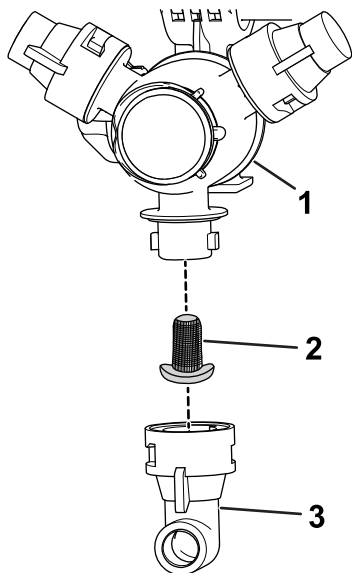

图 98
3. 拆下旧喷嘴过滤器图 98。
4. 安装新喷嘴过滤器图 98。
5. 将喷嘴安装到喷嘴转动架上图 98。